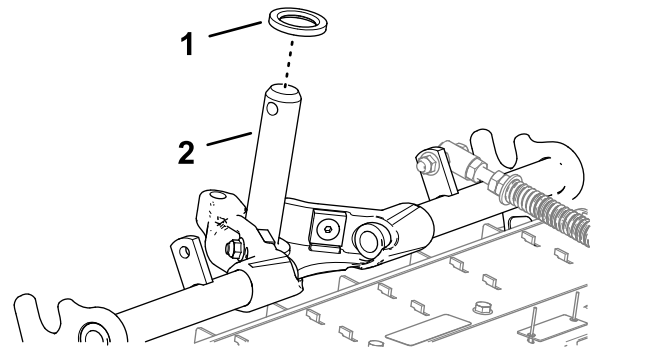

Bild 24
- Vergewissern Sie sich, dass die versenkte Druckscheibe über der Welle des Trägerrahmens (Bild 24) eingesetzt ist.